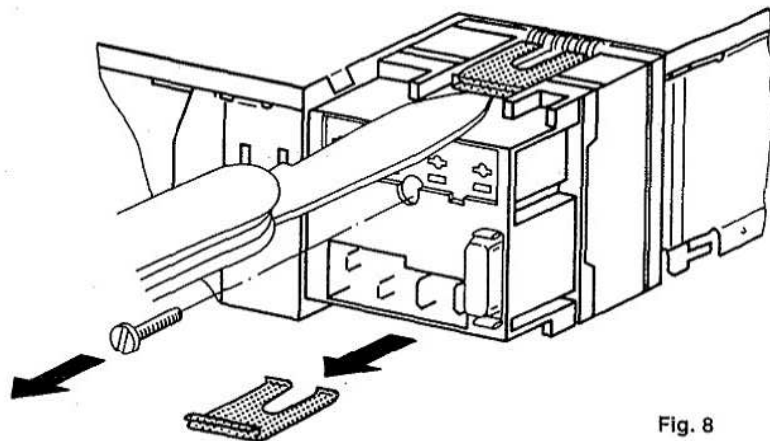

Fig. 8
Für den Quick-Out-Betrieb ist das komplette Anschlußkästchen mit \pm und Lautsprecheranschluß am Autoradio zu wechseln, siehe Fig. 8 - 10.
1. Schraube lösen, obere und untere Haltefeder mit einem spitzen Gegenstand oder einer stabilen Messerklinge durch Unterhebeln entriegeln, siehe Fig. 8.
For Quick-Out operation the whole connection box with \pm and speaker connection must be replaced, see fig. 8 - 10.
1. Loosen the screw and unlock the top and bottom support springs by lifting them with a sharp object or a solid knife blade, see fig. 8.
Pour le service Quick-Out, il faut échanger la boîte de jonction complète avec \pm et raccord de haut-parleur, voir fig. 8 - 10.
1. Desserrer la vis, déverrouiller les ressorts de retenue supérieur et inférieur en les levant à l'aide d'un objet pointu ou d'une lame de couteau, voir fig. 8.
Для операции Quick-Out вся соединительная коробка с \pm и подключение динамика необходимо заменить, см. рис. 8 - 10.
1. Ослабьте винт и разблокируйте верхнюю и нижнюю опоры. пружины, подняв их острым предметом или твердым лезвием ножа, см. рис. 8.